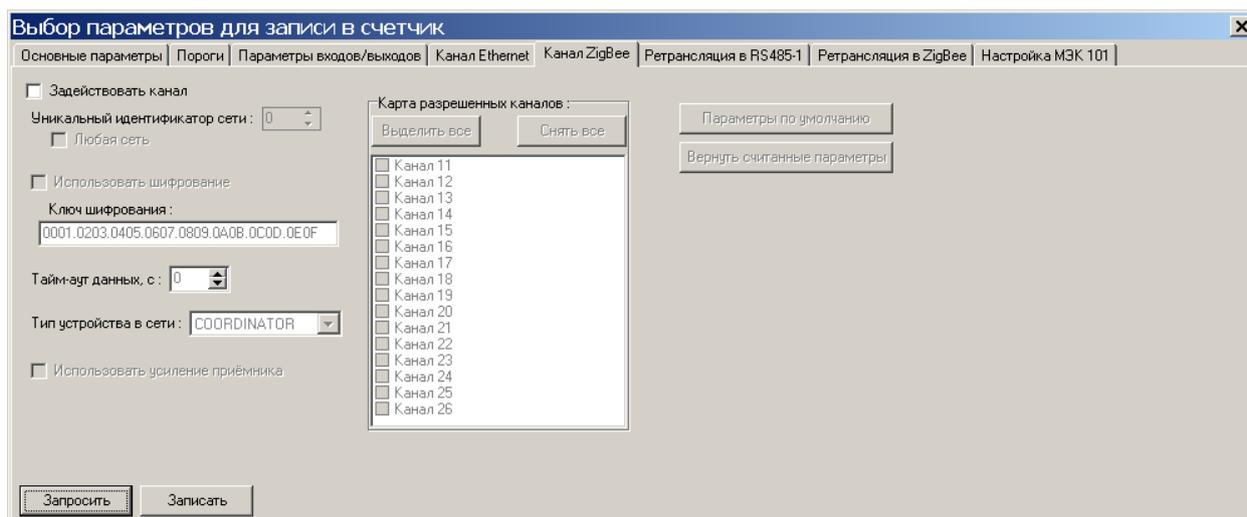

Рисунок 3.18
3.3.4.8 Вкладка *Канал ZigBee* (рисунок 3.18) отображается, если в счетчике присутствует канал ZigBee. Описания основных параметров приведены в таблице 3.8.